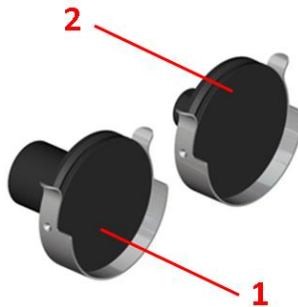
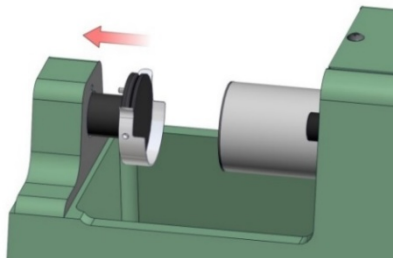

Abbildung 5.1.1
Abbildung 5.1.2
1. Die Universalsandfestigkeitsmaschine Modell PFG beinhaltet die erforderlichen Teile zur Messung der Druckfestigkeit des Formsandes. Die zur Durchführung dieses Tests notwendigen Teile sind in Abbildung 5.1.1 dargestellt.
2. Installieren Sie die beiden Druckfestigkeitsvorrichtungen. Richten Sie zunächst die beiden Stifte, die sich auf der Rückseite der Klemmen befinden, mit den Löchern auf dem Fuß und dem Hydraulikkolben der Universalsandfestigkeitsmaschine aus. Schieben Sie dann vorsichtig die 24 mm Vorrichtung (Pos. S1, Abbildung 5.1.1) und die 15 mm Vorrichtung (Pos. 2, Abbildung 5.1.1) jeweils in den Fuß und den Hydraulikkolben. Siehe Abbildung 5.1.2.